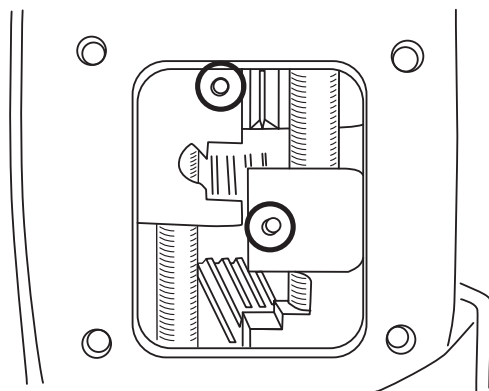

Рис. 15
- а. установите направляющие штифты (Рис. 15 обведены) в вилки переключения РК (диаметр штифтов 4 мм, высота над вилкой должна составлять 4–5 мм);